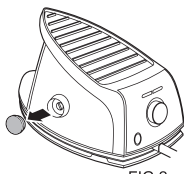

FIG.2
5. Posicionar o ferro de caldeira de lado, remover a tampa do tampão de enxaguamento da caldeira e utilizar uma moeda para a desaparafusar. (Fig2 e 3)